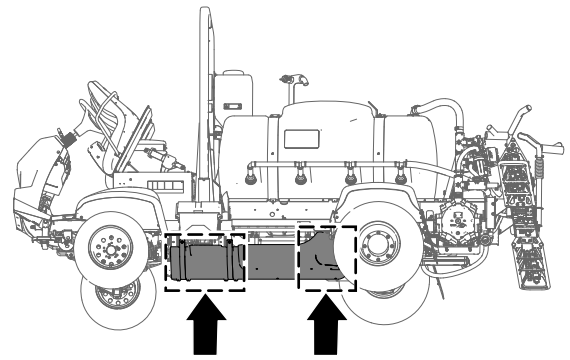
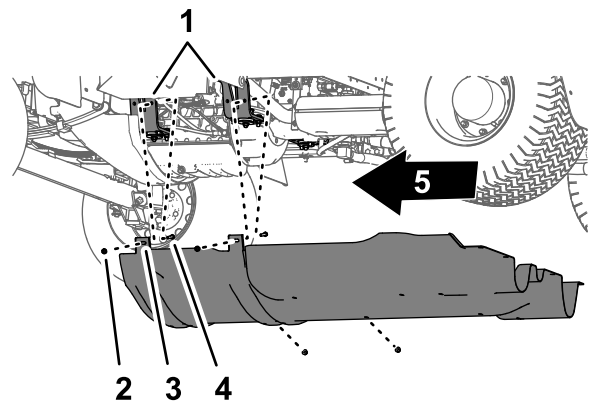

图 62
图 63
1. 拆下将起落架保护罩后部固定至机器底盘上的 5 个凸缘头螺栓 5/16 x 7/8 英寸和 7 个垫圈 5/16 英寸 图 62。
2. 从将起落架保护罩安装凸耳固定至机器发动机安装支架上的螺栓和起落架螺栓拧下 4 个凸缘锁紧螺母 5/16 英寸 图 63。
4. 从机器上拆下底盘保护罩图 62和 图 63。
1. 将起落架保护罩与机器的底部机箱对齐请参阅拆下底盘保护罩 (页码 45)的图 63。
2. 将起落架保护罩的安装凸耳滑动到机器发动机安装支架上的螺栓和托架螺栓上方请参阅拆下底盘保护罩 (页码 45)中的图 63。
3. 使用在拆下底盘保护罩 (页码 45)的步骤 2 中卸下的 4 个凸缘锁紧螺母5/16 英寸将起落架保护罩安装到发动机安装支架上图 63。
4. 将起落架保护罩后部的孔与机箱上的孔对齐请参阅拆下底盘保护罩 (页码 45)中的图 62。
5. 使用在拆下底盘保护罩 (页码 45)的步骤 1 中卸下的 5 个凸缘头螺栓5/16 x 7/8 英寸和 5 个垫圈5/16 英寸将起落架保护罩的后部安装到机箱上图 62。